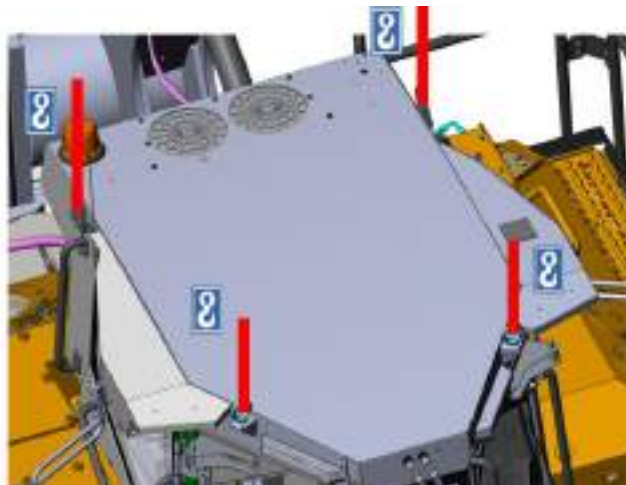

Рисунок 5.41. Демонтаж кабины оператора с трактора
Используя грузоподъемное оборудование произвести предварительное натяжение строп и немного приподнять кабину, рис. 5.41.
- ▶ Используя грузоподъемное оборудование поднять кабину и установить на трактор, рис. 5.41. Отцепить от задних проушин грузоподъемные стропы. Передние стропы не отцеплять.